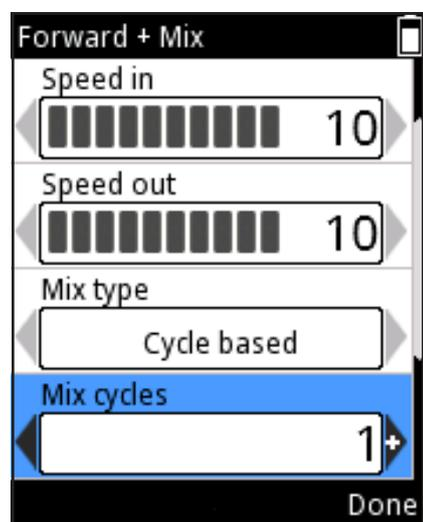

图 D30.
6. 如果混合类型是基于周期，则滚动至 Mix cycles (混合周期) 然后利用 ， 更改数值 (图 D30)。